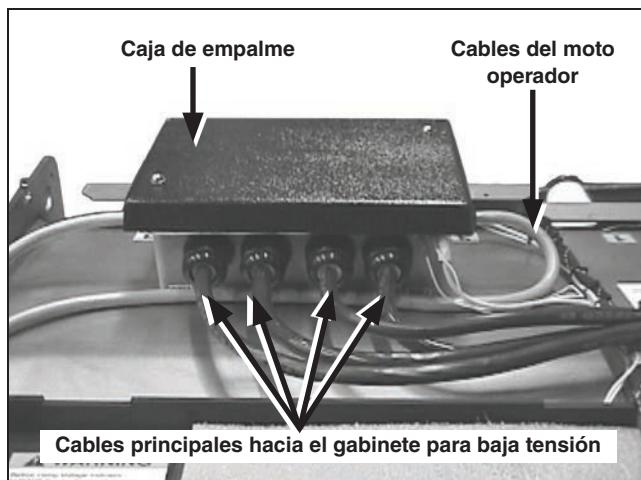

Figura 25. El cableado de la caja de empalme.
**PASO 1.** Desenrolle los cables principales de la caja de empalme que están canalizados hacia el compartimiento para baja tensión. Ver Figura 25. Estos cables tienen conectores para baja tensión en las puntas.